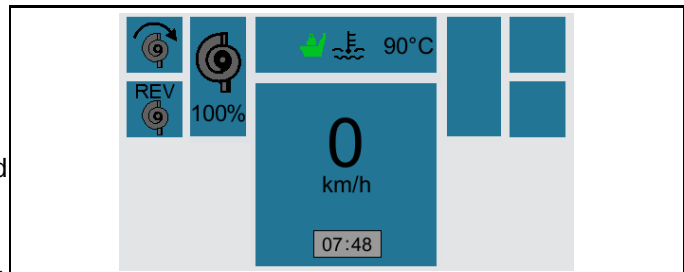

Abb. 8-1
- Im Info- und Bedienterminal erscheint das Grundbild "Transport" (Abb. 8-1) (außer der Mischschnecke ist nichts einstellbar).